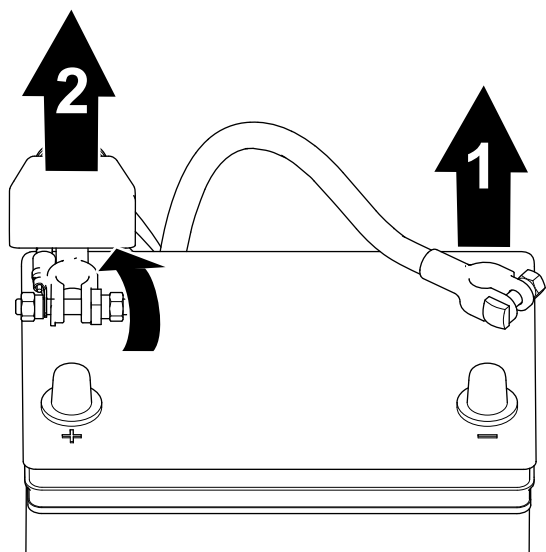

Figure 39
2. Débranchez le câble négatif de la borne de la batterie (Figure 39).
3. Soulevez le capuchon isolant et débranchez le câble positif de la borne de la batterie (Figure 39).